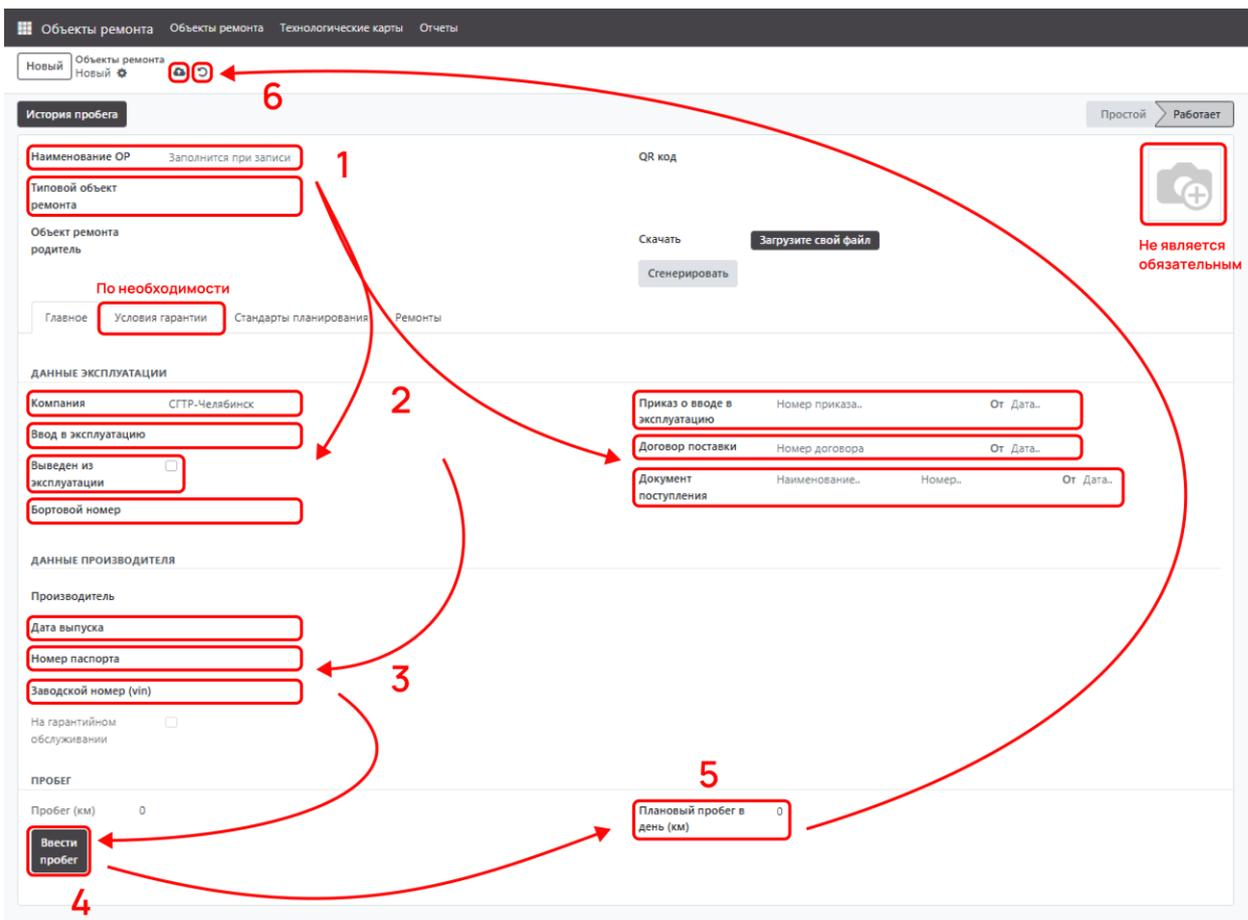

Рисунок 7 – Создание объекта ремонта
- По кнопке «Вести пробег» введите текущий пробег объекта ремонта (Рисунок 7);